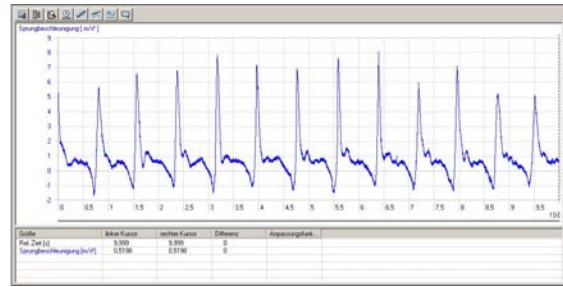

Fig. 1 Registrado o comportamento de aceleração característico no tornozelo duma „pessoa pulando corda“, com 3B NETlab™ (U11310)
- Iniciar a leitura do diagrama de medição no 3B NETlab™ (Fig. 1).
Observe na Fig. 1 a aceleração gravitacional permanentemente atuante de 9,81 m/s², que na curva de medição produz um valor inferior a 1-g.